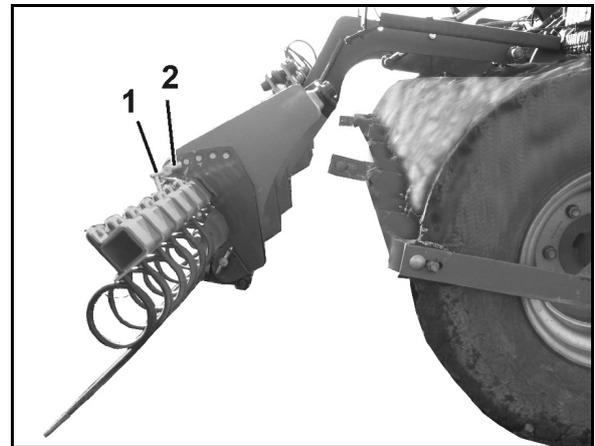

Рис. 42
- выравнивателями (Рис. 42)
2. Ослабьте пружинный фиксатор (Рис. 42/1).
3. Переведите регулировочный палец (Рис. 42/2) в нужную позицию.